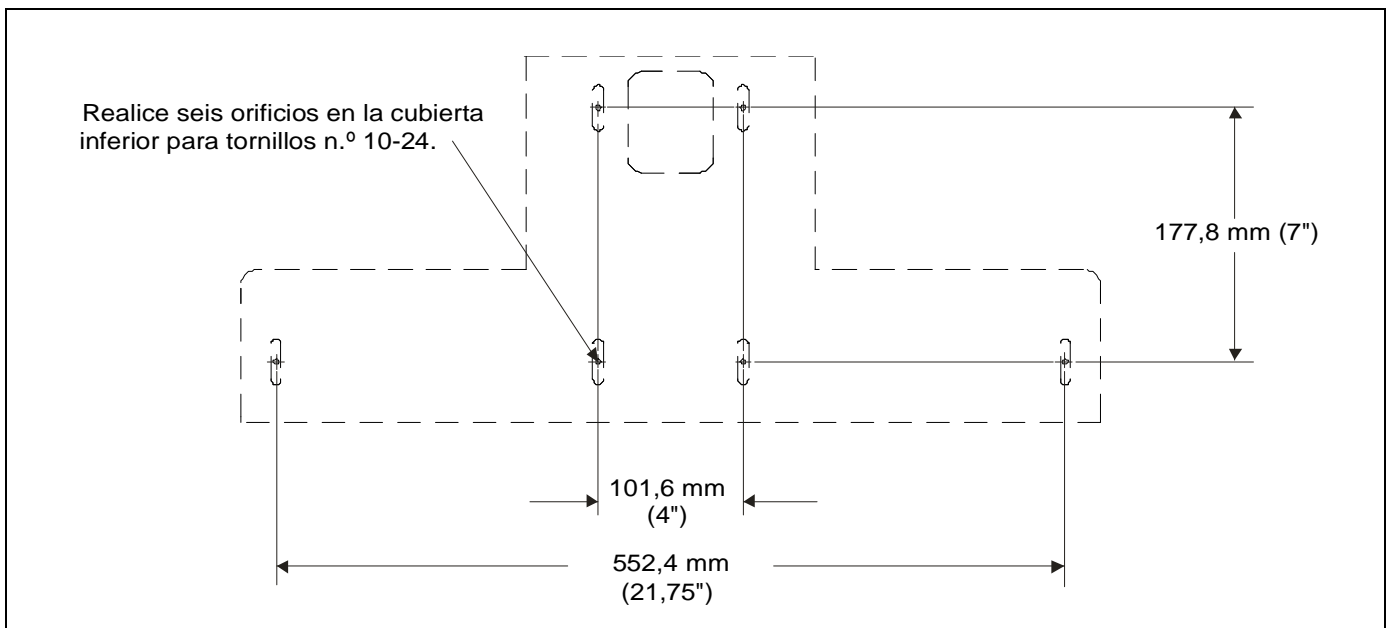

Figura 24
4. Prepare la cubierta inferior. Córtele del tamaño apropiado de modo que quede una separación entre la cubierta y la abertura del techo. Luego, realice seis orificios según el patrón y las medidas que se indican en la siguiente figura. (Consulte la Figura 24).